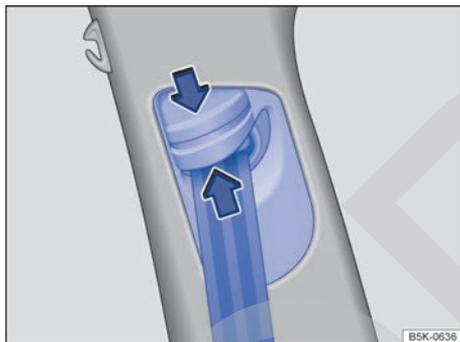

Fig. 39 Junto a los asientos delanteros: regulador de la altura del cinturón.
- Comprima el dispositivo de reenvío en el sentido de las flechas y manténgalo en esta posición → **fig. 39**.